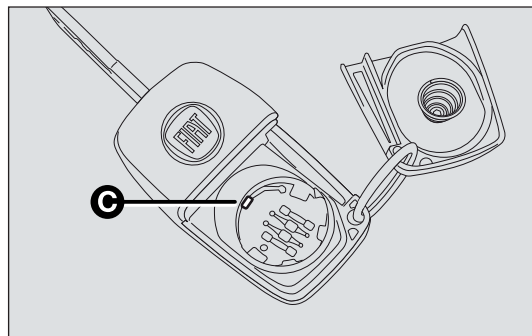

fig. 9
- ☐ la nuova pila va inserita sotto il dentino C-fig. 9 di fermo; quindi riposizionare lo sportellino e premerlo fino a sentire lo scatto di bloccaggio.